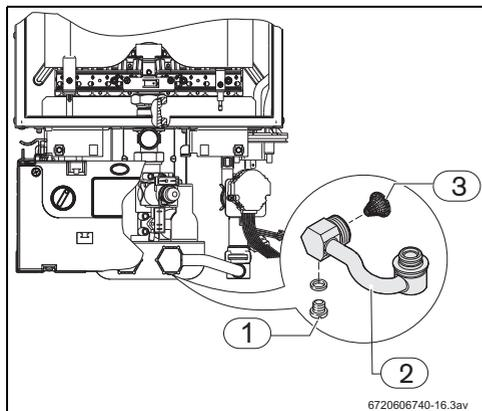

Fig. 12 Parafuso de purga
- ▶ Desapertar o parafuso de purga (Fig. 12) situado no tubo de entrada de água.
- ▶ O aparelho não deverá ser instalado em locais cuja temperatura ambiente possa descer dos 0 °C. Caso exista o risco de congelação, desligar e esvaziar o aparelho (→ Fig. 12).